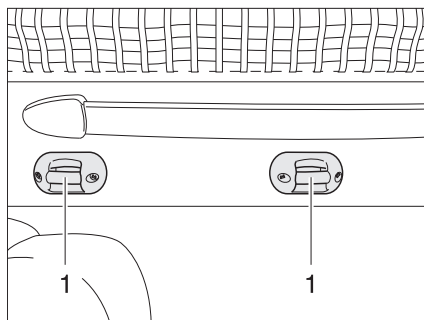

Fig. 93 Fixation échelle de montée
- L'échelle de montée doit être accrochée par les deux étriers aux crampillons (Fig. 93,1) se trouvant sur le lit escamotable.